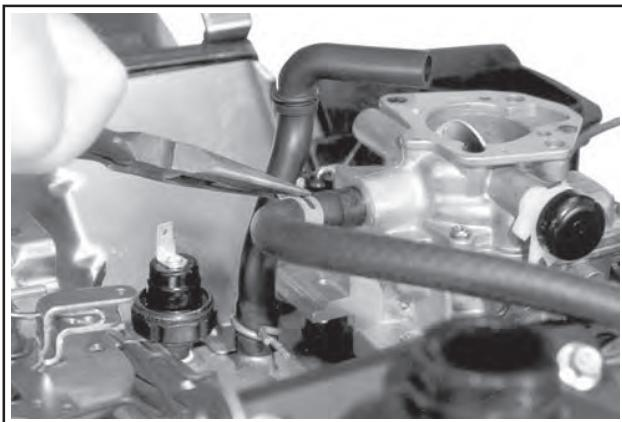

Abbildung 9-15. Abnahme der Kraftstoffeinlassleitung zum Vergaser.
1. Die Kraftstoffleitungen vom Vergaser und vom Kraftstoffleitungsfilter abnehmen. Siehe Abbildung 9-15.